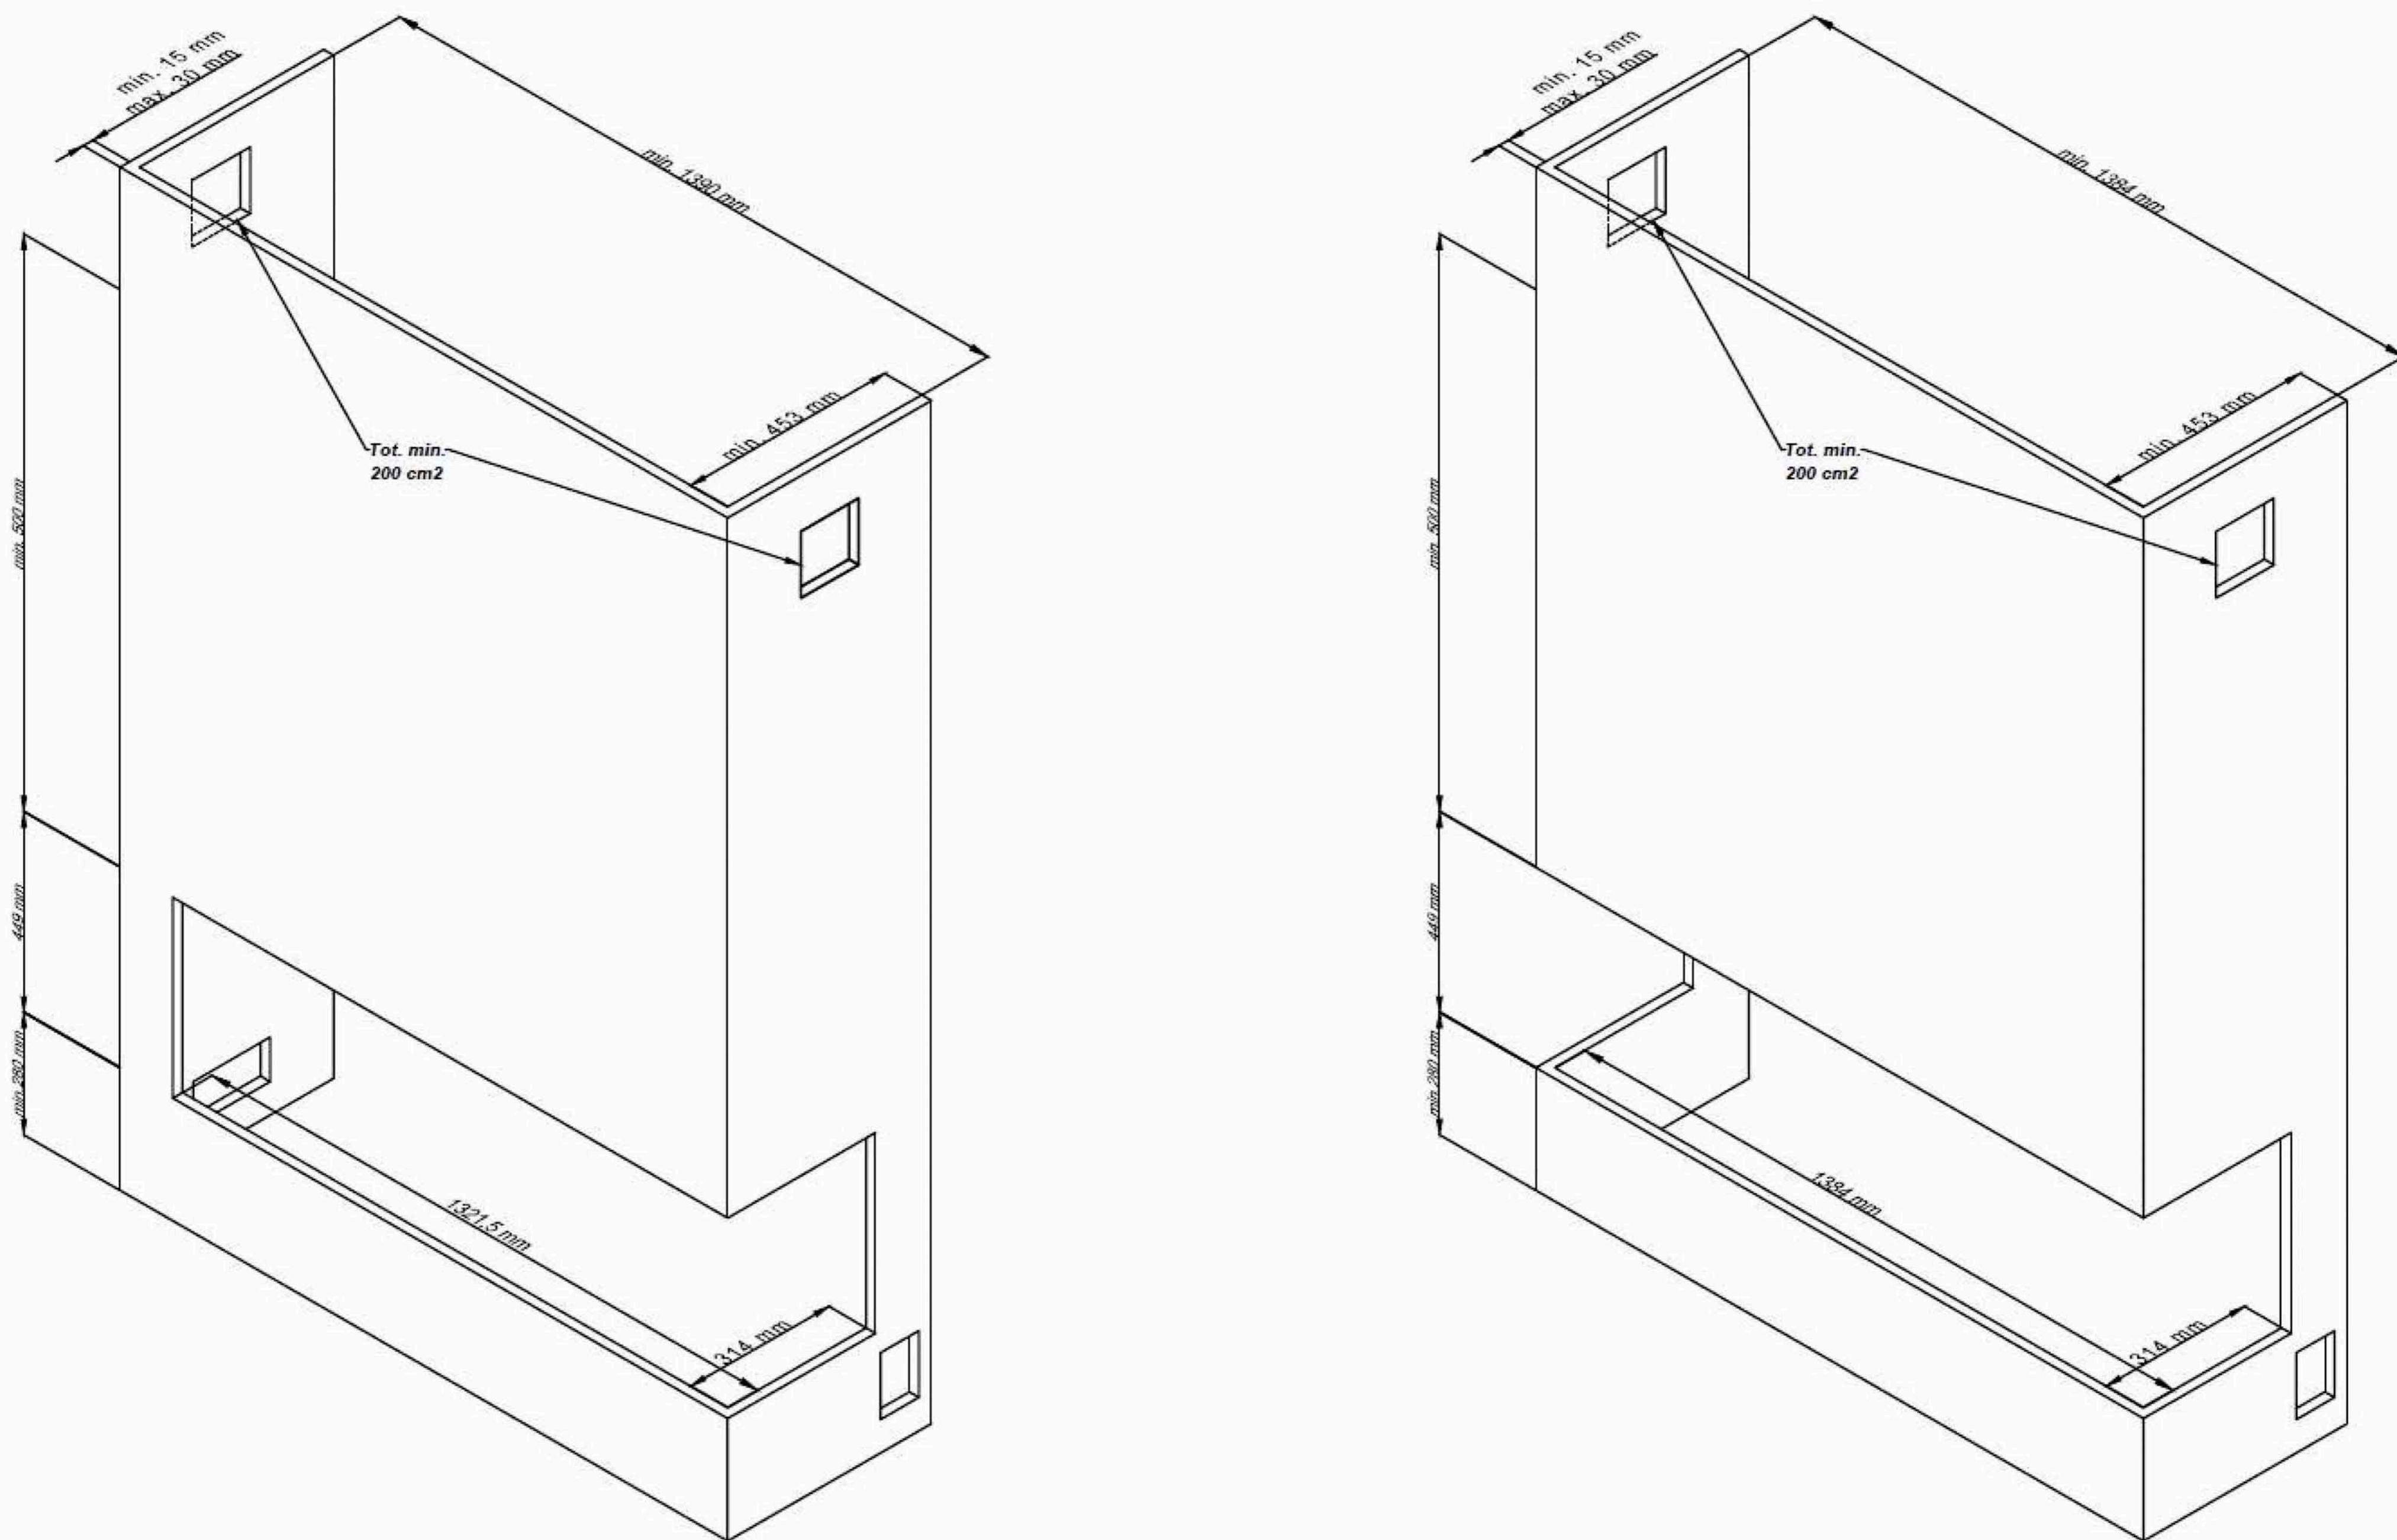

Рис. 5 – Минимальные размеры конструкции
- Были сохранены минимальные размеры конструкции (Рисунок 5).